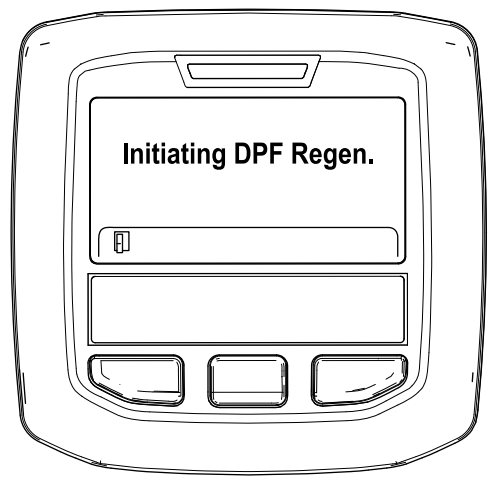

Bild 54
- A. Die Meldung „Initiating DPF Regen.“ wird angezeigt (Bild 54).